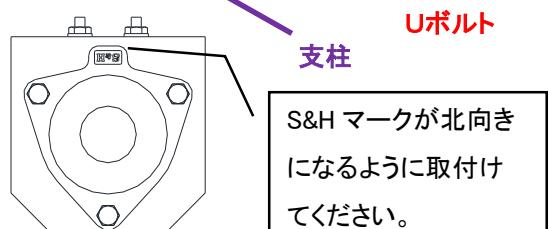

図1
- B) 日射センサーは図1のような向きで取付けてください。